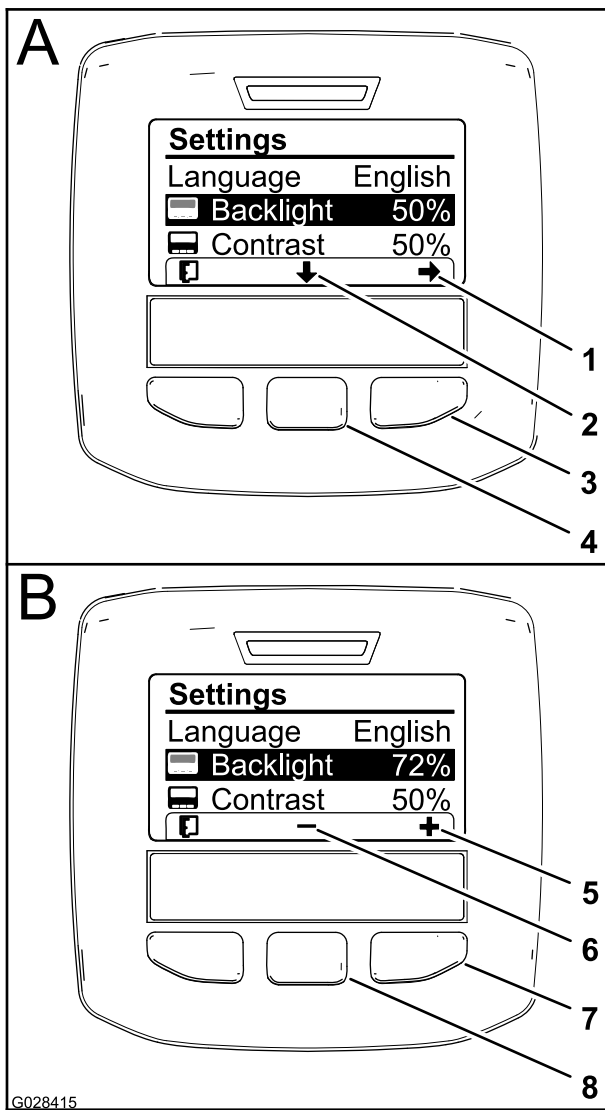

Figura 10
1. Para ajustar os níveis de retroiluminação ou contraste do ecrã, pressione o botão de seleção central (o botão por baixo do ícone de seta para baixo no ecrã) para se mover da opção selecionada para a definição de retroiluminação ou contraste (Figura 10).
- Carregue no botão de seleção direito para mostrar o contexto do ajuste de valor (Figura 10).
- Utilize o botão de seleção central e o botão de seleção direito para alterar o nível de brilho ou contraste do ecrã (Figura 10).
- Carregue no botão de seleção esquerdo guarda a sua seleção (Figura 10).